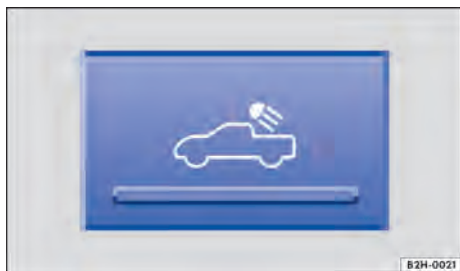
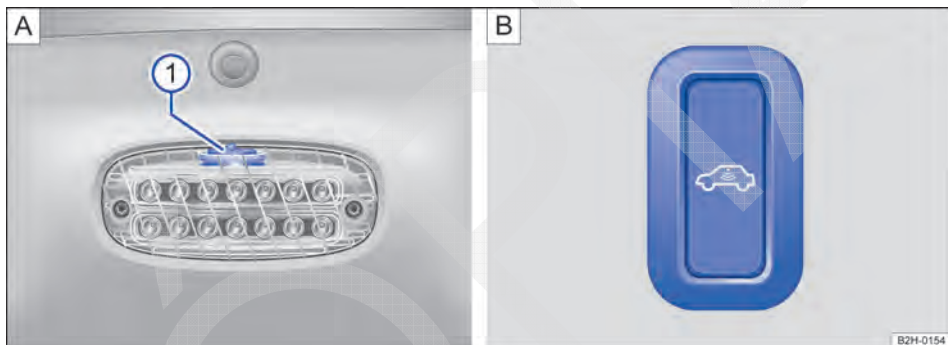

Fig. 71 No console central: botão da iluminação do compartimento de carga.
Fig. 72 Sobre a tampa traseira: interruptor da iluminação da capota rígida do compartimento de carga.
A iluminação do compartimento de carga é ligada com a ignição *desligada*, pressionando-se o botão ⇒ Fig. 71.
- por pressão no botão ⇒ Fig. 71.
A iluminação da capota rígida do compartimento de carga não pode ser ligada quando o interruptor ⇒ Fig. 72 ① A estiver na posição central.
- *Ligar a iluminação da capota rígida do compartimento de carga*: pressionar o interruptor ① A para esquerda ou direita.
- OU: pressionar o botão ⇒ Fig. 71.
- OU: pressionar o interruptor ① na posição central.